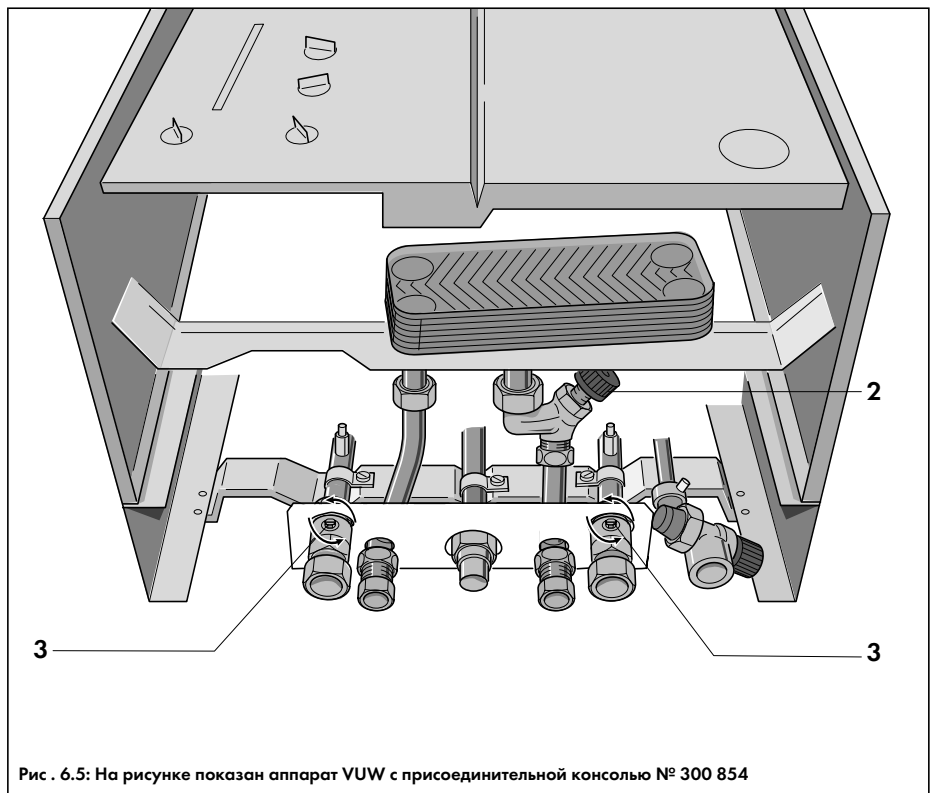

Рис. 6.5: На рисунке показан аппарат VUW с присоединительной консолью № 300 854
- Открыть запорный кран* холодной воды (2, рис. 6.5), поворачивая его влево;
- Открыть сервисные краны отопительного контура (3, рис. 6.5);